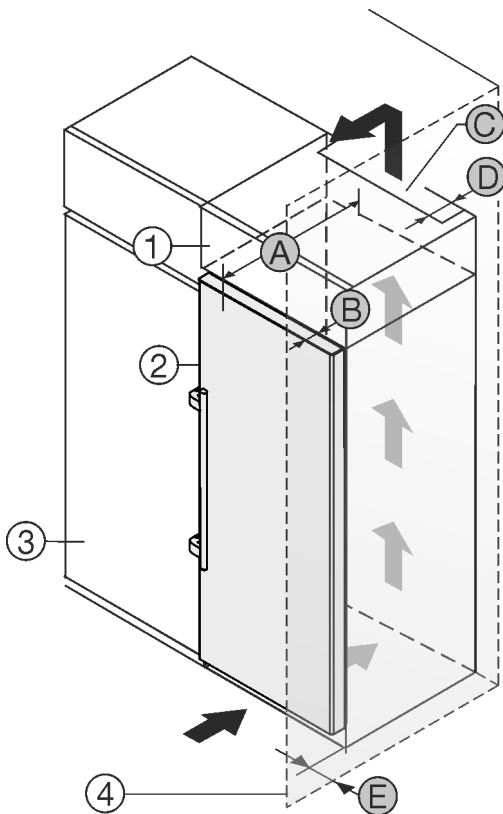

Fig. 2
Prietaisą galite statyti iš karto šalia virtuvės spintelės *Fig. 2 (3)*.*
Galinėje uždedamos spintelės pusėje turi likti tarpas ventiliacijai, kurio gylis *Fig. 2 (D)* būtų per visą uždedamos spintelės plotį.*
Po patalpos lubomis turi būti laikomasi vėdinimo angos skerspjūvio *Fig. 2 (C)*.*
Jei prietaisas su lankstais statomas greta sienos *Fig. 2 (4)*, mažiausias atstumas tarp prietaiso ir sienos turi būti 57 mm . Tai atitinka rankenų išsikišimą esant atvertoms durims.*
Kad durys atsidarytų iki galo, palyginti su šaldytuvo priekiu, prietaisas turi išsikišti bent per savo durų gylį *Fig. 2 (B)*. Priklausomai nuo virtuvės spintelėlių *Fig. 2 (3)* gylio ir atstumo iki sienos nustatančių detalių naudojimo, prietaisas gali išsikišti daugiau.*